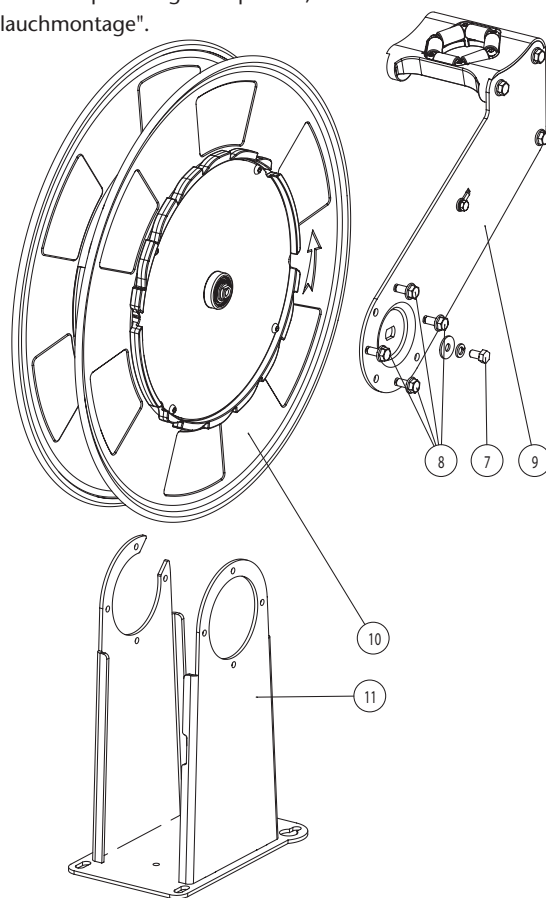

Fig. 10
6. Lösen Sie Bolze (7) (Fig. 10) um die Spule vom (9) (Fig. 10) aus den Rahmen nehmen. Dann lösen Sie die Bolzen (8) (Fig. 10) um den Arm (9) (Fig. 10) zu entfernen.